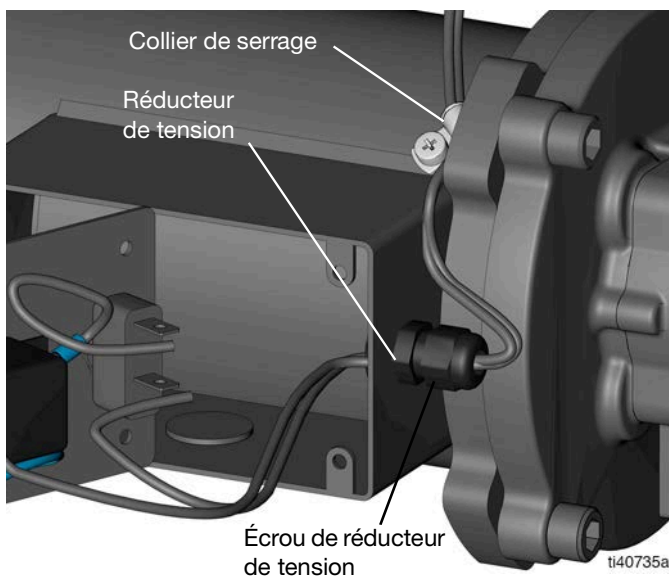

FIG. 31
10. Dévissez l'écrou du réducteur de tension (FIG. 31).
11. Tirez les fils du pressostat hors de la boîte à bornes à travers le réducteur de tension (FIG. 31).
7. Poussez les fils du pressostat dans le collier de serrage, à travers la boîte à bornes et à travers le réducteur de tension (voir FIG. 31).
9. Tournez l'écrou du réducteur de tension à l'aide d'une clé jusqu'à ce qu'il soit serré (voir FIG. 31).